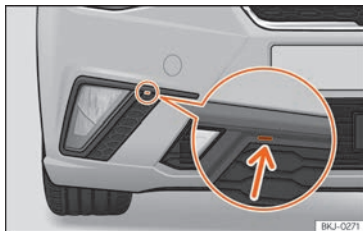

Fig. 58 Faro antiniebla: extraer la rejilla
- Haga palanca con un destornillador en la muesca »» fig. 58 (flecha). Seguidamente desclipse los clips situados en el contorno